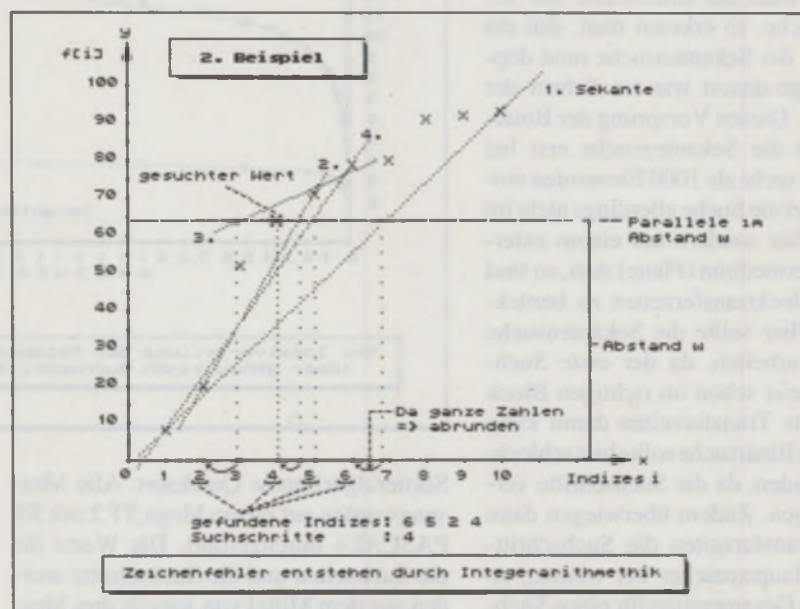

Bild 8
2. Beispiel (siehe Abb. 8): Suche des Schlüsselwertes 64